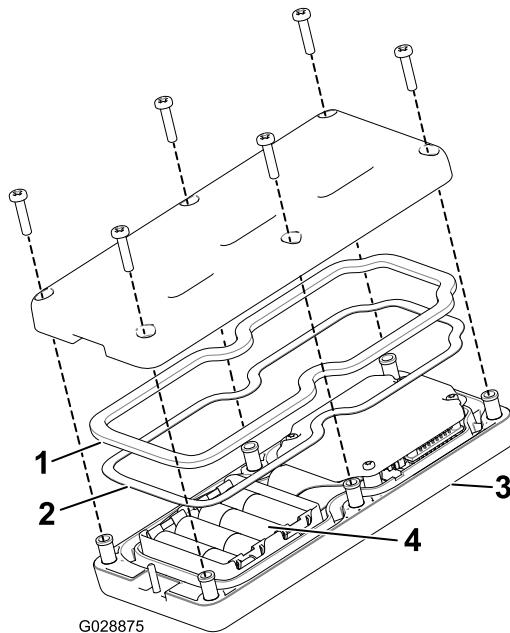

Figura 18
2. Instale as pilhas no encaixe terminal observando a devida polaridade. O encaixe tem gravadas marcas de polaridade em cada terminal (Figura 18).
comando remoto e volte a colocar a tampa traseira (Figura 18).
4. Prenda a tampa com seis parafusos (Figura 18) e aperte-os com uma força de 1,5 a 1,7 N·m.